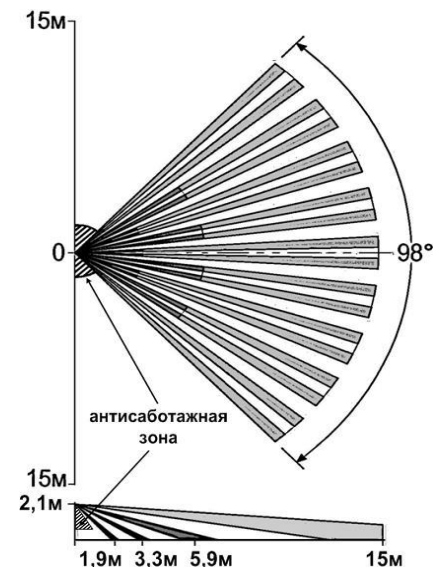

Рис. 3 Диаграмма зоны обнаружения при установке извещателя на высоте 2,1 м и наклоне основания извещателя вниз (в вертикальной плоскости) на угол 6°
- Широкоугольная линза, позволяющая создать зону обнаружения максимальной площади (см. рис.3).
- Дополнительная охранная (антисаботажная) зона препятствует попыткам маскировки (саботажа) зоны обнаружения извещателя. Эта зона направлена конусообразно вниз (рис.3). Дальность обнаружения антисаботажной зоны - до 1,5 м.